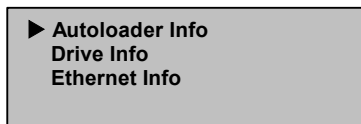

Figura 56: Seleccione AutoLoader Info (Información del Autocargador)
3. En el submenú Status, desplácese hasta la opción SuperLoader Info (Información del Supercargador). (Consulte la Figura 56.)
3. En el submenú Status, desplácese hasta la opción Drive Info (Información de la unidad). (Consulte la Figura 56.)